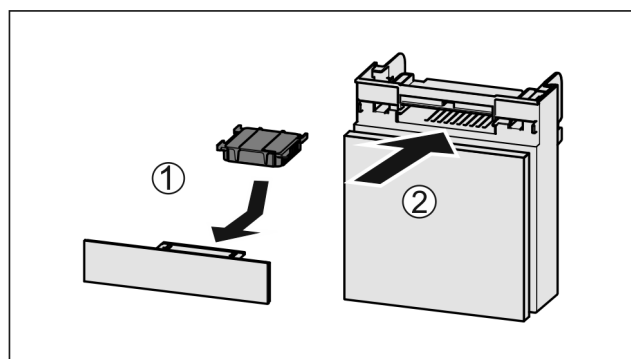

Fig. 87
- Vložte aktívny uhlíkový filter podľa obrázka Fig. 87 (1).
- Zasuňte zásuvku Fig. 87 (2).